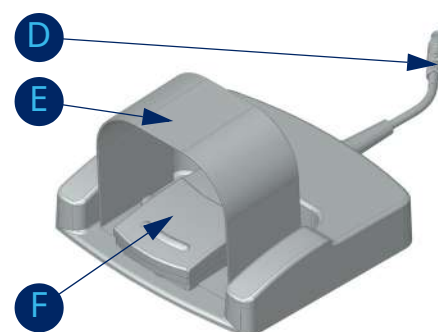

Fig. 15: Педаль лазера
- С помощью педали лазера (рис. 15) можно осуществлять выпуск лазерного излучения, используя педаль [F] в центре педали.